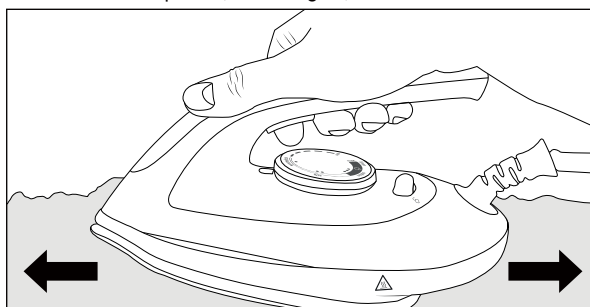

Fig. 2
- ◆ Per eliminare eventuali residui di produzione, stirare un paio di volte su uno straccio vecchio pulito (vedere fig. 2).